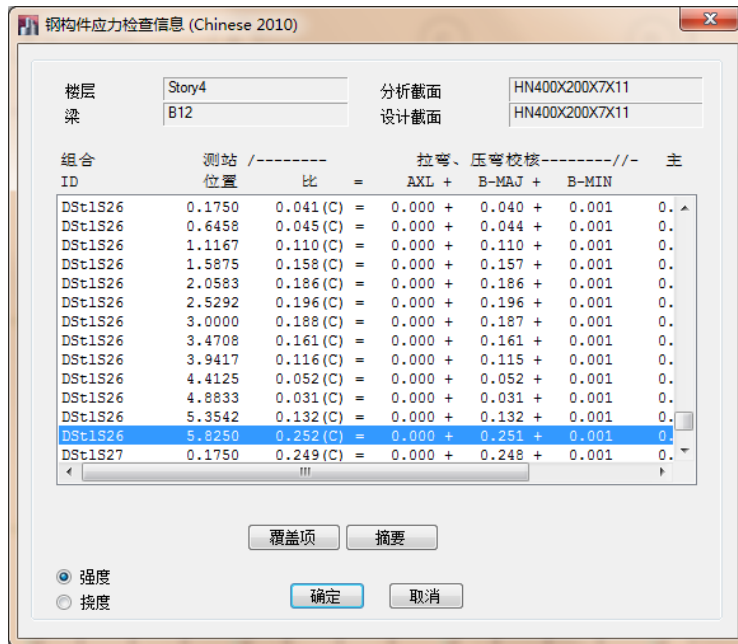

图 8-9 钢构件应力检查信息对话框
- 3) 在平面视图中，右击沿 C 轴 3、4 轴线间的框架梁，如图 8-9 所示，弹出如图所示的**钢构件应力检查信息**对话框。